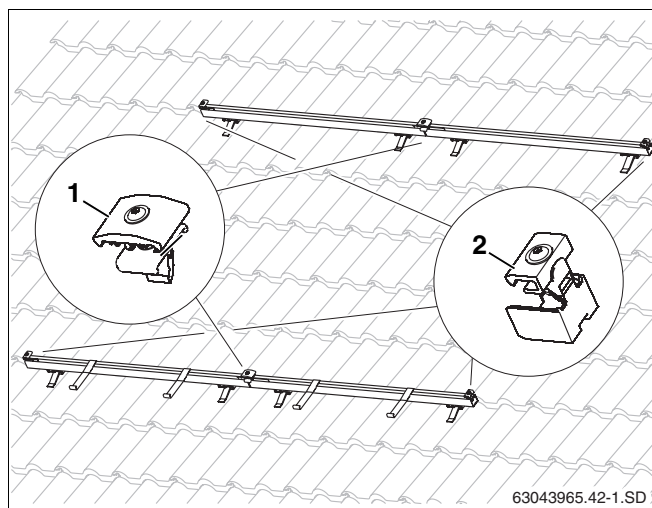

Fig. 40 Éléments de fixation du capteur
Les capteurs sont fixés sur les rails profilés avec les tendeurs unilatéraux (fig. 40, **pos. 2**) au début et à la fin d'une rangée de capteurs et avec les tendeurs double face (fig. 40, **pos. 1**) entre les capteurs.